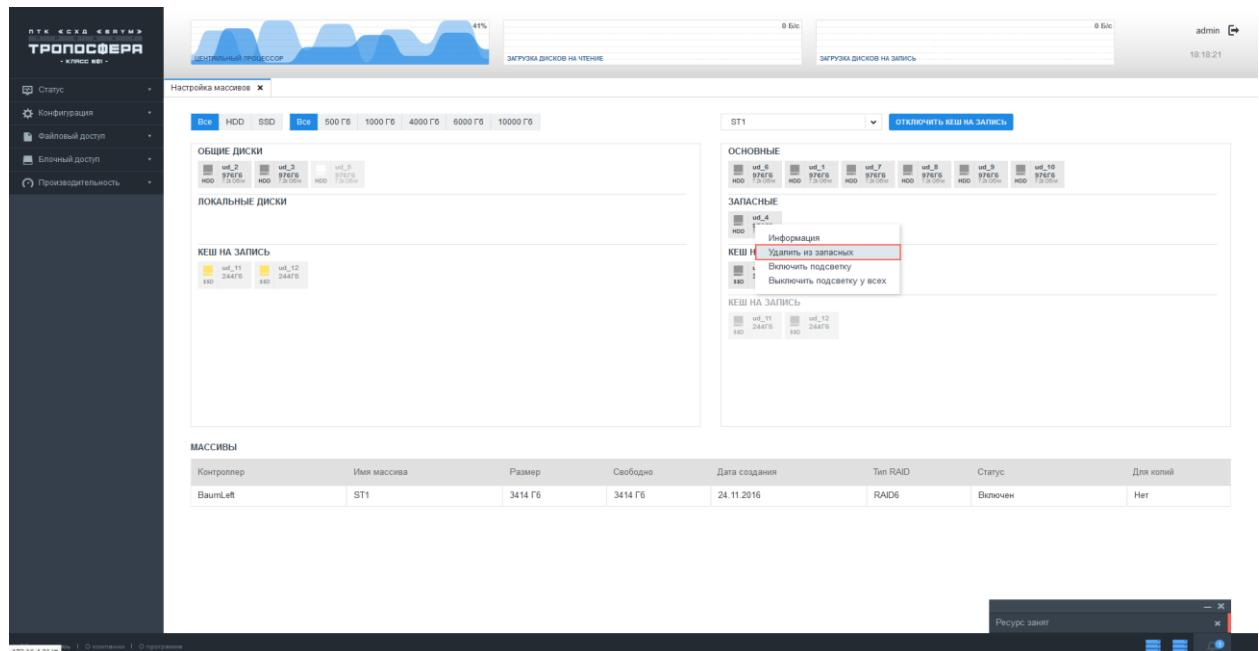

Рисунок 31 – Удаление из массива запасного диска
3) Из области «Запасные» выбрать диск, который будет удален и перетащить его в область «Общие диски». Также можно во всплывающем, по щелчку правой кнопкой мыши, меню выбрать пункт «Удалить из запасных».(см. Рисунок 31)